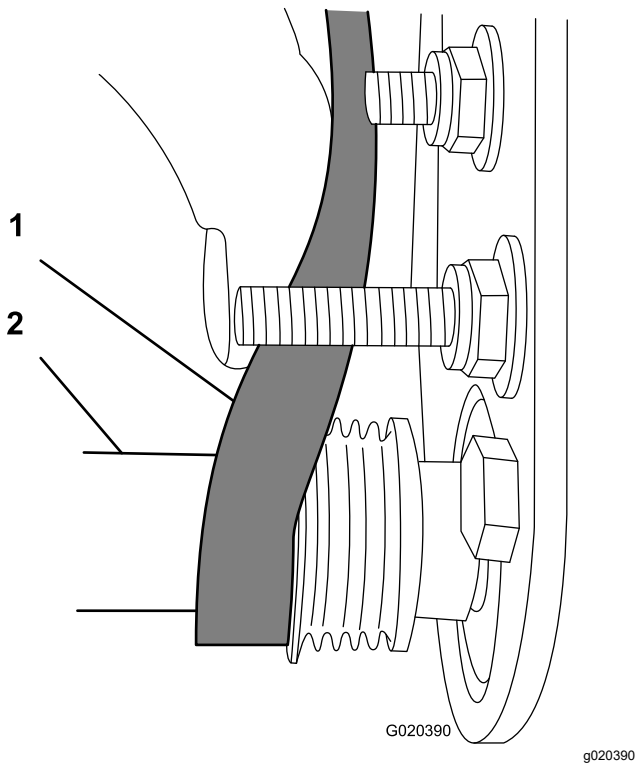

図 15
- 受動プーリからベルトを掛け始める 図 15。
- 深穴ソケット $9/16$ " を使って、ブラシアセンブリを回転させながら、ベルトを受動プーリに掛けまわす 図 15。